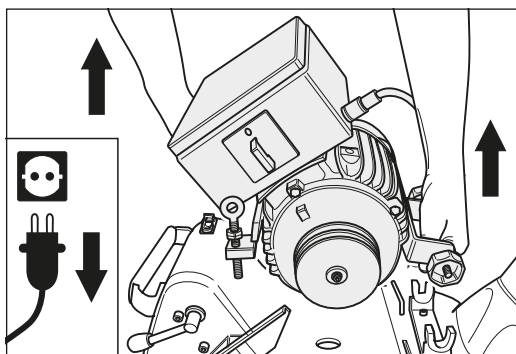

Fig. 24 Enlevez le moteur du boîtier.
- 7 Retirez le moteur de la machine et sécurisez-le pour le transport afin d'éviter tout glissement et toute dégradation (fig. 24).